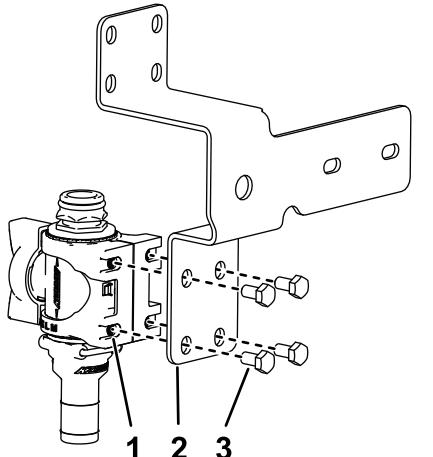

**Bild 27**
5. Befestigen Sie die Ventilhalterung am Regelventil, wie in A in Bild 27 abgebildet.
6. Befestigen Sie die Ventilbefestigung mit dem Bundbolzen (Nr. 6) am Regelventil und ziehen es mit der Hand an (B in Bild 27).